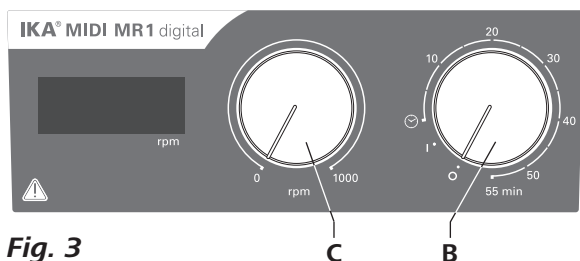

Fig. 3
- ⇒ Seadme käivitamiseks keerake pöördenuppu „**Sisse/Välja**“ ja nupp „**Taimer**“ (**B**, vt Fig. 3) päripäeva asendisse „**1**“.
- ⇒ Sisestage mootori pöörete arv reguleerimisnupuga „**Pöörete arv**“ (**C**, vt Fig. 3). Pöörete arv on seadistatav vahemikus 0 kuni 1000 rpm **MIDI MR 1 digital** i ja 0 kuni 600 rpm **MAXI MR1 digital** i jaoks.